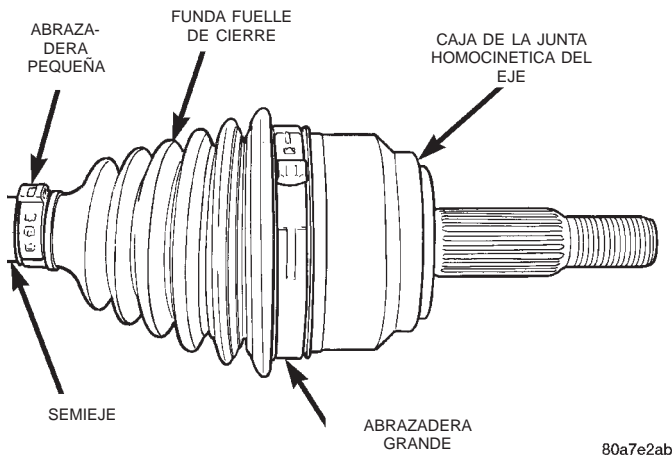

Fig. 6 Abrazaderas de la funda fuelle de cierre de la junta homocinética externa
(1) Retire el semieje.
(2) Retire la abrazadera de la funda fuelle que sujeta la junta homocinética a la caja de la junta y deséchela.
(3) Retire la abrazadera pequeña que sujeta la funda fuelle de cierre de la junta exterior al semieje y deséchela (Fig. 6).